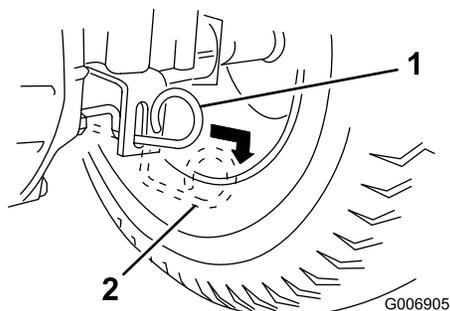

Figura 14
**Nota:** Il sistema di trazione è disinserito, e le ruote girano liberamente (Figura 14).
Spostate il comando della guida in posizione Operate (funzionamento). Il sistema di trasmissione è innestato (Figura 14).